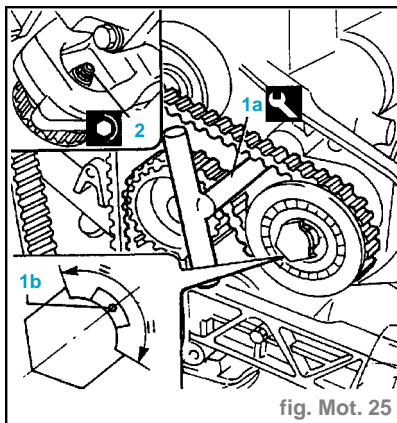

fig. Mot. 25
- Mettre sous tension la courroie de commande des arbres d'équilibrages avec l'outil (1a) jusqu'à amener le trou de référence (1b) sur le tendeur de courroie au centre du secteur de rotation (fig. Mot. 25).
- Serrer l'écrou (2) du tendeur de courroie des arbres d'équilibrage au couple de 1,2 daN.m.